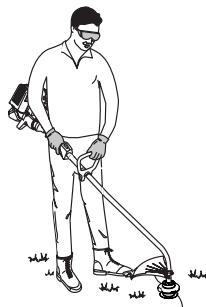

Fig. 15
- Tenez l'appareil en position de fonctionnement (Fig. 15). Repositionnez au besoin la poignée en D de manière à assurer la meilleure prise possible.
Avant de faire marcher l'appareil, tenez-vous en position de fonctionnement (Fig. 15). Vérifiez les points suivants: